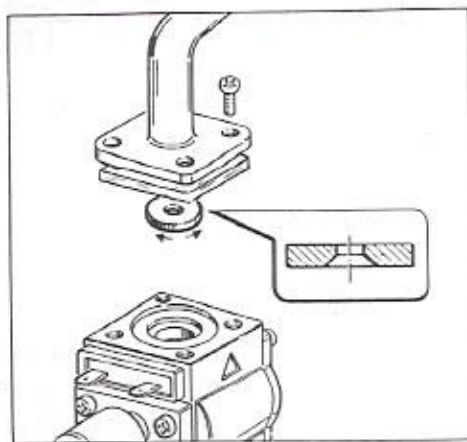

Fig.36
- mettere o togliere il **diaframma** (Fig.36) all'uscita valvola gas verificando in tabella dati tecnici sia i modelli di caldaia in cui va inserito o tolto, sia il diametro del foro